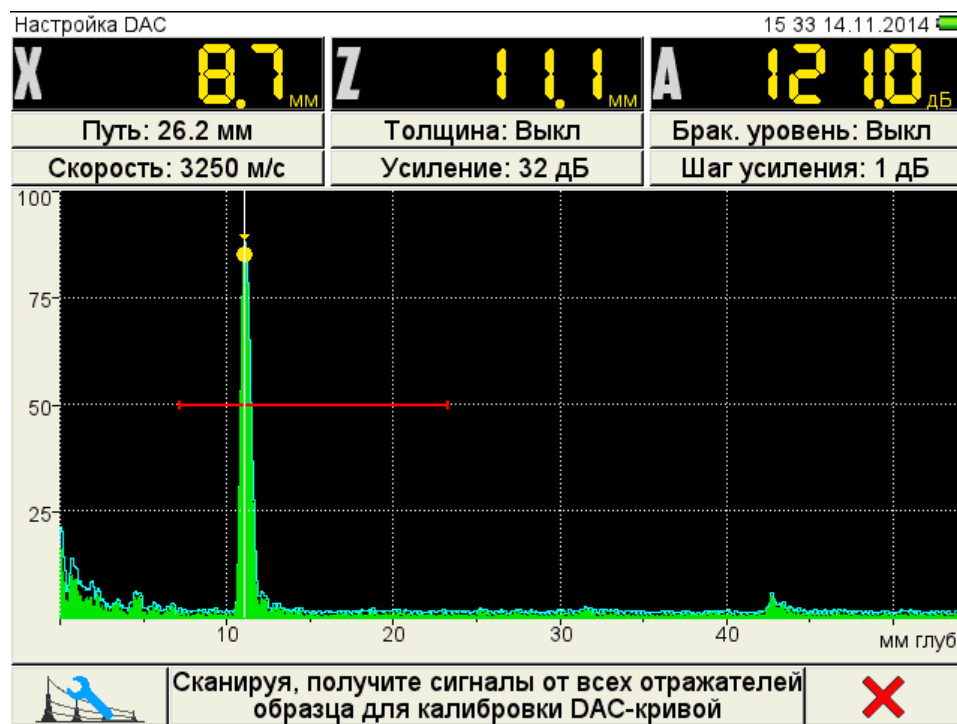

Рисунок 30
- нажать клавишу , при этом на максимуме сигнала появится первая узловая точка (рисунок 30);